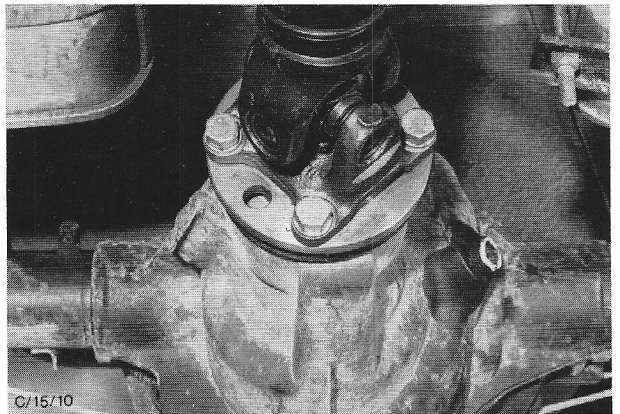

Fig.111 Cardanas bevestigd op de pignonflens.
- Bevestig de cardanas op de pignonflens (gebruik nieuwe veerringen). Draai de bouten met het voorgeschreven aantrekkoppel vast (fig.111).